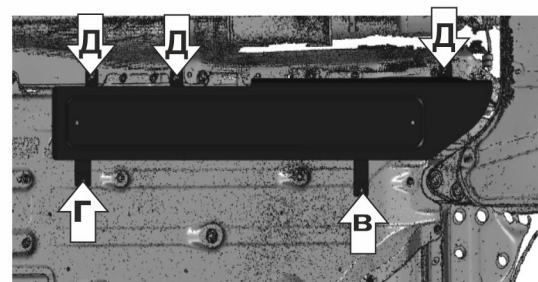

Рис.4
7. Завести защиту открытыми пазами на вкрученные болты М8Х40 с шайбами 8 через втулки 17 мм в закладную М8 с усиками (В), в закладную М8 с проволокой (Г). Вкрутить штатный крепёж в точках (Д) (рис.4).